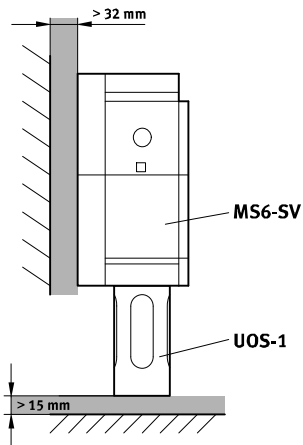

Fig. 14 Einbau
- Minimalen Abstand von 15 mm unterhalb des Schalldämpfers einhalten (→ Fig. 14). Der Freiraum sorgt für ein störungsfreies Entlüften.